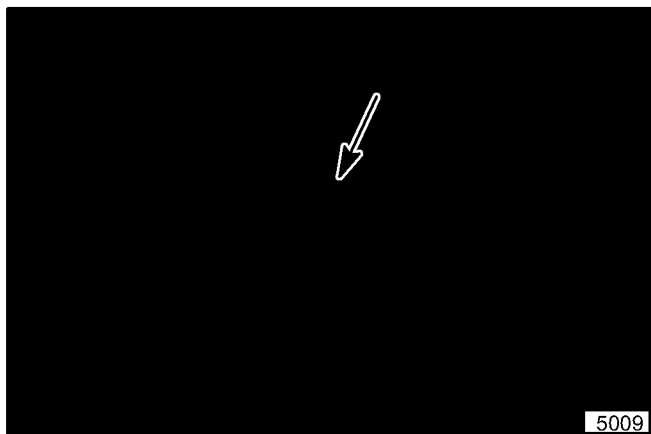

Abbildung 10. An der Seite des Motors angeklebter Schlauch
17. Die Hülle, die den Gaszug und den Schaltdraht enthält, an der Seite des Motors wie Abbildung 10 dargestellt befestigen.